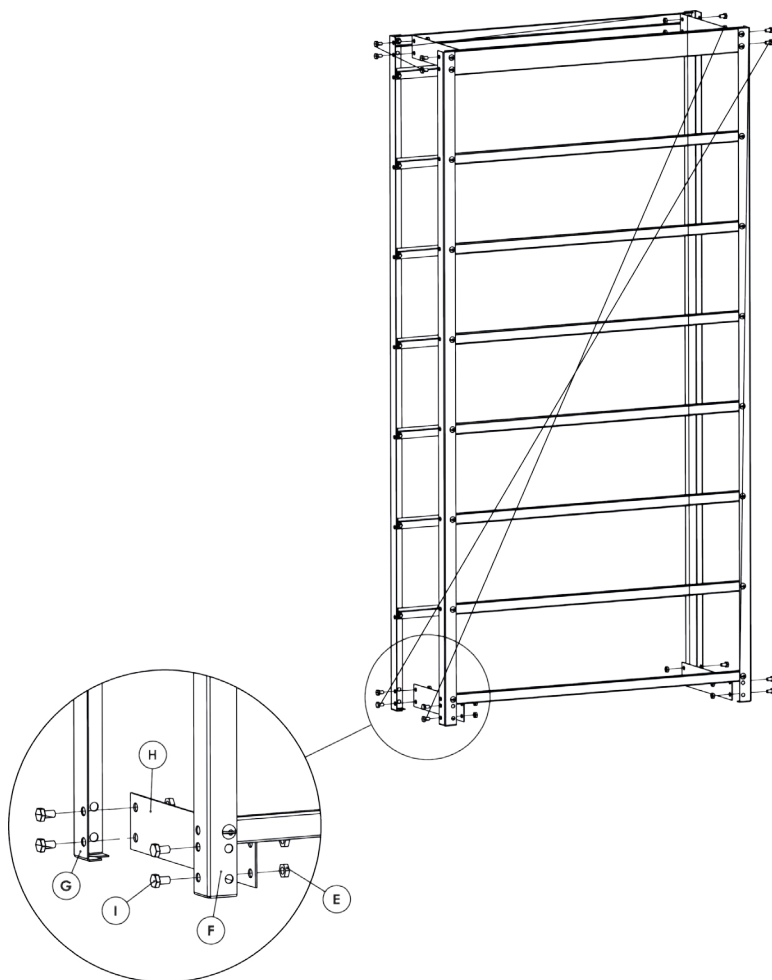

Figura 3 – União parte dianteira e traseira
- a) Posicione a parte traseira e a dianteira conforme a figura 3, e utilizando os parafusos “I”, porcas “E” com as chapas laterais “H” (tabela 4), una o conjunto e aperte totalmente os parafusos.